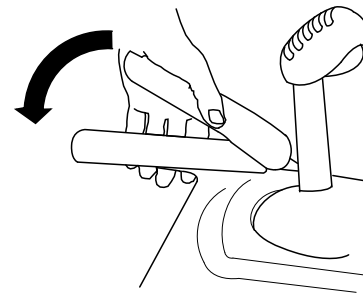

Figura 4
3. Apriete la palanca izquierda (tracción) contra la empuñadura (Figura 4).
- 6. Apriete la palanca izquierda (tracción) contra la empuñadura (Figura 4).